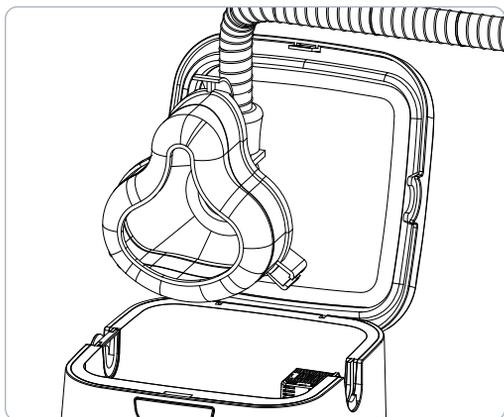

Figure 7. Mettre le masque de l'appareil de PPC dans la chambre du SoClean
4. Insérer le masque de PPC dans la chambre du SoClean en laissant son tuyau reposer dans l'entrée de tuyau ouverte, à l'opposé de celle où se trouve le bouchon amovible de l'entrée de tuyau (figure 7).